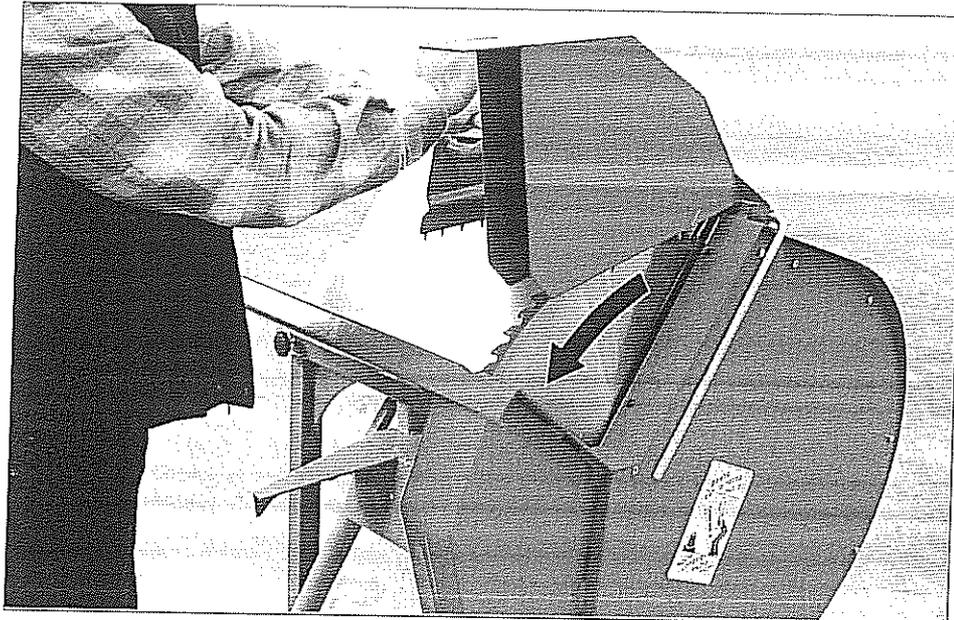

Fig. 7
- ◆ de vérifier le sens de rotation du disque de la scie qui doit être dans le sens indiqué par la flèche (Fig. 7).